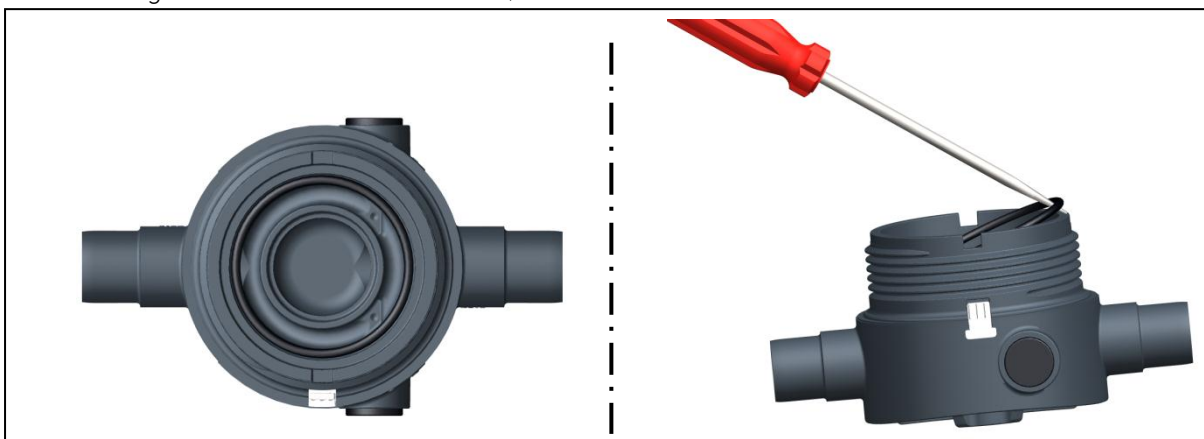

Abb. 10
- ▶ 2 O-Ringe aus Unterteil entnehmen, siehe Abb. 10